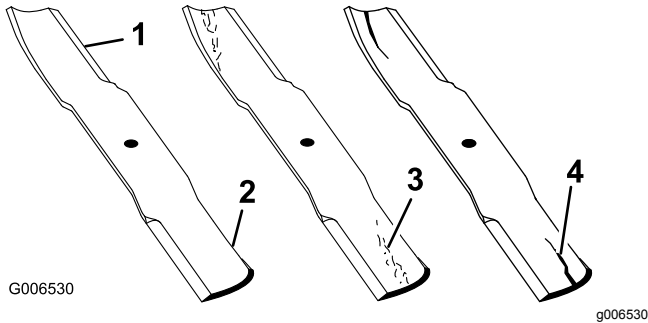

Figure 96
1. Examinez le tranchant des lames (Figure 96).
- Remplacez immédiatement toute lame endommagée, usée ou qui présente une entaille (Figure 96).